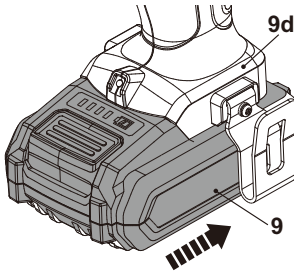

Fig. 2
- > Verrouillez l'interrupteur marche/arrêt (7) pour éviter tout démarrage accidentel en déplaçant l'inverseur de sens de rotation (6) en position centrale (voir la section ci-dessous « Fonctionnalités du produit - Inverseur de sens de rotation »).
- > Alignez le bloc-batterie (9) avec les fentes de coulissement du port de connexion de la batterie (9a) et faites glisser le bloc-batterie à l'intérieur pour le fixer. Assurez-vous qu'il s'enclenche correctement (Fig. 2).